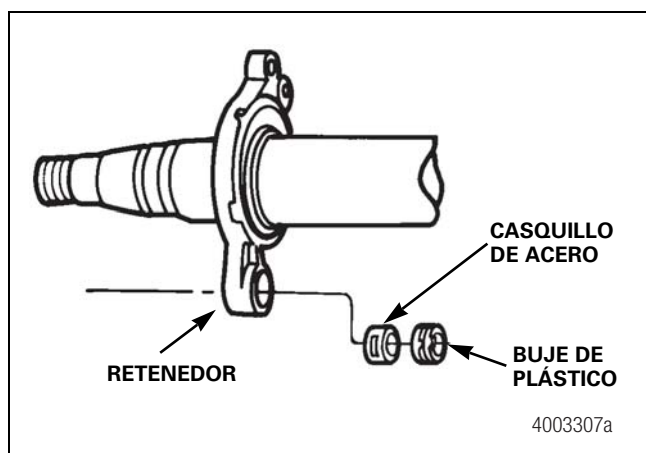

Figura 11.6
- Se puede instalar un buje de casquillo de plástico en los tres modelos de araña. Tenga en cuenta que se coloca un casquillo de acero presionado en la araña antes de instalar este buje. Figura 11.6.